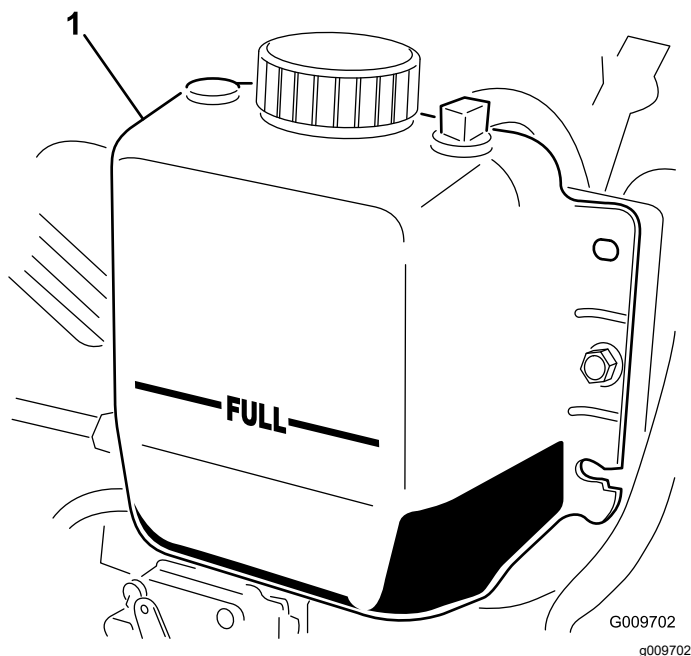

図 35
2. ラジエーター内部の液量を点検する。補給口の首の上部まであればよい。また、補助タンク側面についているFULLマークまであればよい 図 35。